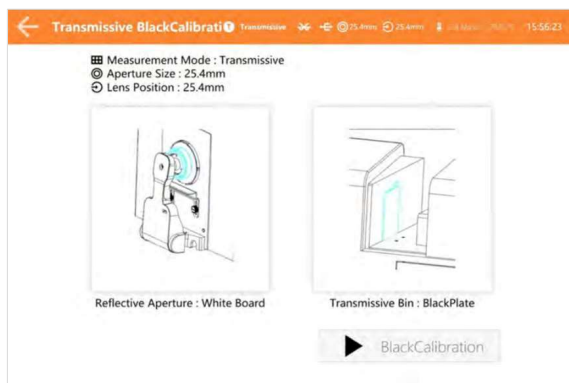

Рис.8 Калибровка черного
**Шаг 1.** В главном меню выберите «Calibration», чтобы перейти к калибровке черного в режиме измерения на пропускание (рис.8). Установите прозрачный черный калибровочный эталон в позицию для измерения на пропускание так, чтобы он плотно примыкал к интегрирующей сфере, закройте короб. В позицию для измерения на отражение установите белый калибровочный эталон. После этого нажмите «Black Calibration», чтобы начать калибровку черного.